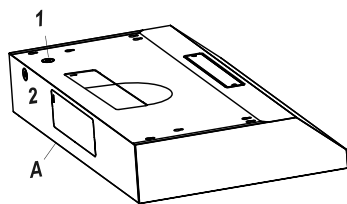
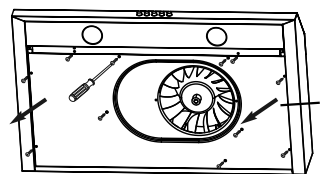

Fig. 10
Fig. 13
- Retire el panel inferior de la campana extractora (consulte la Fig. 13) para acceder a los cables de conexión eléctrica.
- Use el cable de alimentación para conectar la campana de extracción (A) directamente a la caja de derivación o la caja de disyuntores. Use únicamente un cable flexible, reforzado o de cobre con cubierta no metálica. Nunca utilice un cable de extensión ni un enchufe adaptador.
- Conecte un conector conductor listado por UL o aprobado por CSA a cada extremo del cable de alimentación eléctrica (en la campana extractora y en la caja de derivación). Conecte los 2 cables de color de la campana de extracción (A) a los cables correspondientes de la fuente eléctrica: negro a negro (vivo), blanco a blanco (neutral) y el cable a tierra doméstico al tornillo verde a tierra. Utilice el orificio superior (1) o el posterior (2) de la campana de extracción, como se muestra en la Fig. 10, dependiendo de su tipo de instalación.
- Escoja el agujero eléctrico de montaje troquelado apropiado que va a retirar de acuerdo con su tipo de instalación. Utilice el orificio superior (1) si el suministro eléctrico está en la alacena, y el orificio posterior (2) si el suministro eléctrico está en la pared que se encuentra debajo de la alacena (consulte la Fig. 10).
- El regulador y el adaptador se encuentran dentro de la campana extractora. Para acceder a estas piezas, retire el panel inferior (K) si no lo ha hecho anteriormente (vea la Fig. 13).
- Escoja instalar el regulador (D) ya sea en la posición superior (3A & B) para ventilación superior o posterior (5) para ventilación posterior. El adaptador (E) se usa solo para ventilación superior y se instala en las posiciones 3A y 4.
- Fije el regulador (D) o adaptador (E) sobre el agujero de montaje troquelado elegido. Asegúrese de que el pivote del regulador esté orientado en la parte superior de manera que el regulador permanezca cerrado cuando no esté en uso.
- Atornille el regulador (D) o el adaptador (E) en la campana extractora (A) con los tornillos de rosca cortos (BB).
- Selle el regulador (D) o el adaptador (E) a la campana de extracción (A) en los cuatro lados con cinta para ductos.